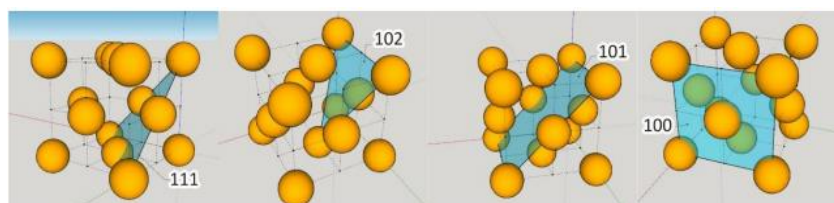

Рис. 4. Вероятные положения плоских сеток
5. Определить положение всех вероятных плоских сеток (рис. 4).